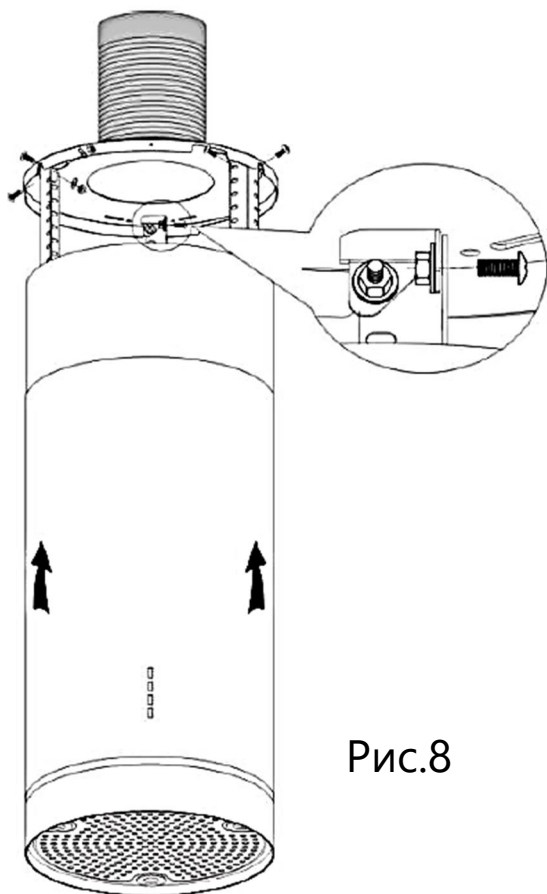

Рис.8
8. Рис. 8 – протяните вытяжную трубу от вытяжки в вентиляционное отверстие в потолке. С помощью 6 шт. М4\*10 винтов с потайной головкой зафиксируйте крепления вытяжки на подвесном бруске на потолке.